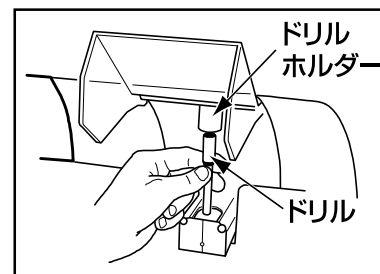
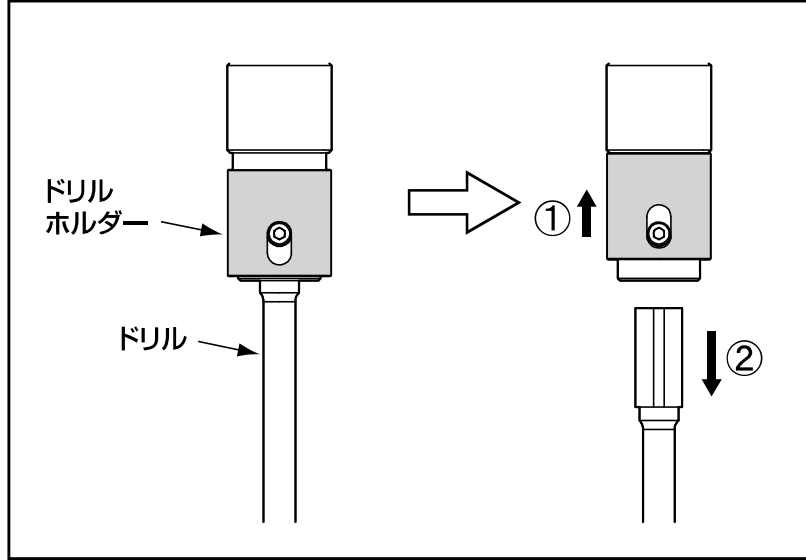

図27
図28
7.片手でドリルを持ち、もう片方の手でドリルホルダーを上へスライドさせて、ドリルを取り外してください。 図27、P24 図28 参照